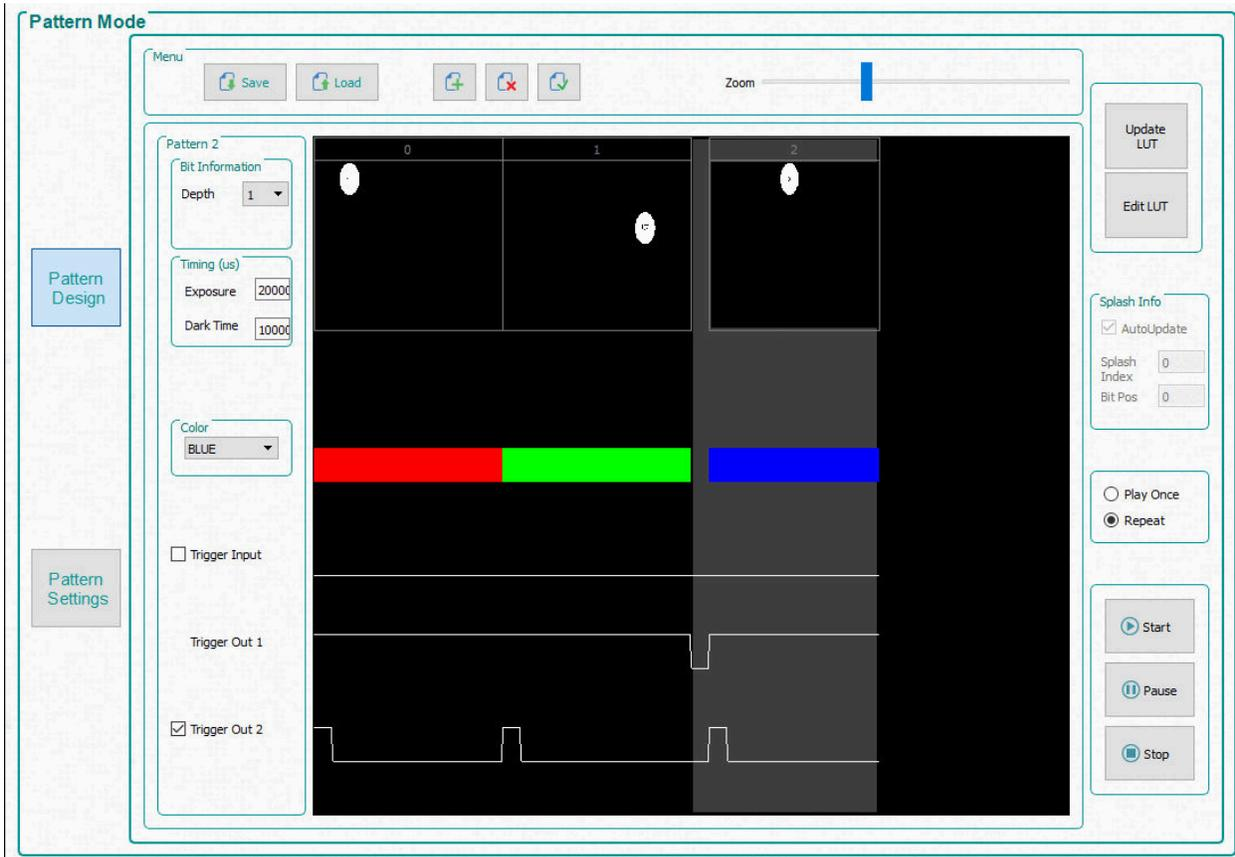

図 6-10. 3 パターンのシーケンス
7. 3 番目のパターンを選択し、ビット深度 1 を選択します。露出を 200000 $\mu$ s に、ダークタイムを 100000 $\mu$ s に設定し、カラーの「青色」を選択します。パターンシーケンスを、図 6-10 に示します。[Zoom] バーを使用して拡大と縮小を行えます。これは、多くのパターンがパネルにロードされているときに便利です。